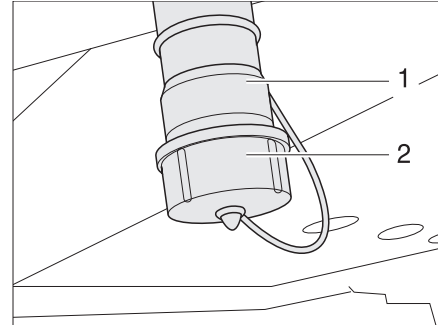

Fig. 263 Conexión de salida de aguas residuales
En las conexiones de salida de aguas residuales (Fig. 263,3) se puede conectar un tubo flexible.
- Desbloquear la caperuza (Fig. 263,4) de las conexiones de salida de aguas residuales (Fig. 263,3) girándola un cuarto de vuelta en sentido de las agujas del reloj y extraerla.